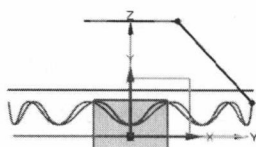

图 1.2.6 草图 2
Step7. 创建图 1.2.6 所示的草图 2。选择下拉菜单 **插入(S)** → **在任务环境中绘制草图(V)...** 命令，选取 YZ 基准平面为草图平面，进入草图环境绘制草图；绘制完成后单击 **完成草图** 按钮，完成草图 2 的创作。